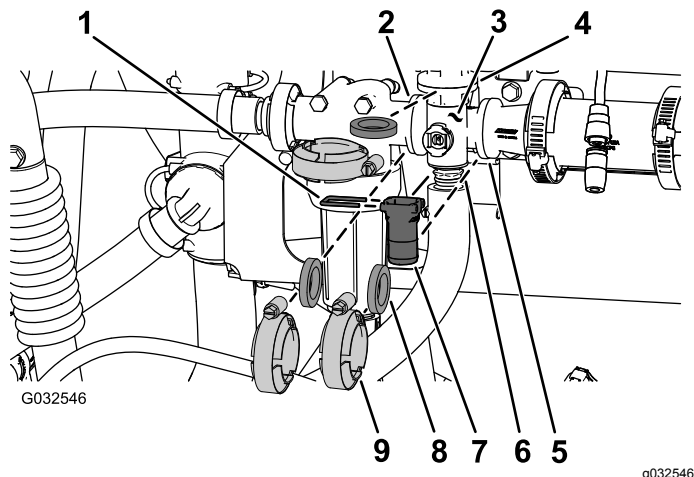

Figura 100
1. Retire as braçadeiras, juntas, conector rápido e pino de ligação rápida que fixam o coletor da válvula de agitação à válvula de distribuição de agitação, cabeça do filtro de pressão, acoplador de redução e união adaptadora (válvula do acelerador da agitação) como se mostra na Figura 100.